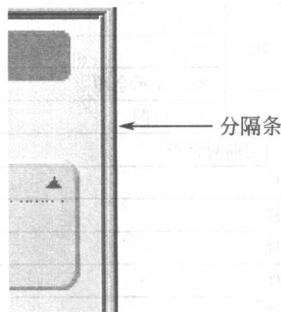

图 1-9 分割条
- 分割条：如图 1-9 所示，分割条将属性管理区与绘图区分割开来，可以左右拖动分割条，来调整属性管理区的大小。